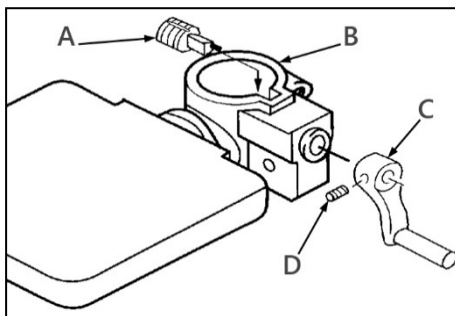
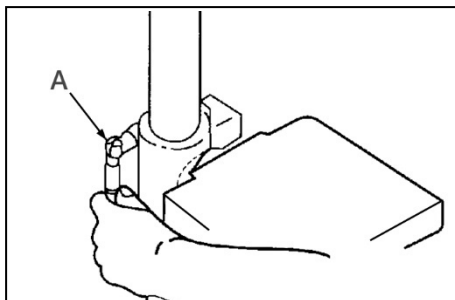

Рисунок 5.
Рисунок 7.
Вставьте вал червячной передачи (А) (рис. 5) в кронштейн стола (В) в отверстие до упора. Наденьте рукоятку (С) на вал (А) и закрепите ее с помощью установочного винта (D).
Установите рукоятку (А) фиксации рабочего стола (рис. 7).
Для перемещения стола вверх – ослабьте рукоятку фиксации и вращайте рукоятку (С) (рис. 5) по часовой стрелке, для перемещения стола вниз – вращайте рукоятку против часовой стрелки. После установки нужного положения затяните рукоятку-фиксатор (А) (рис. 7).